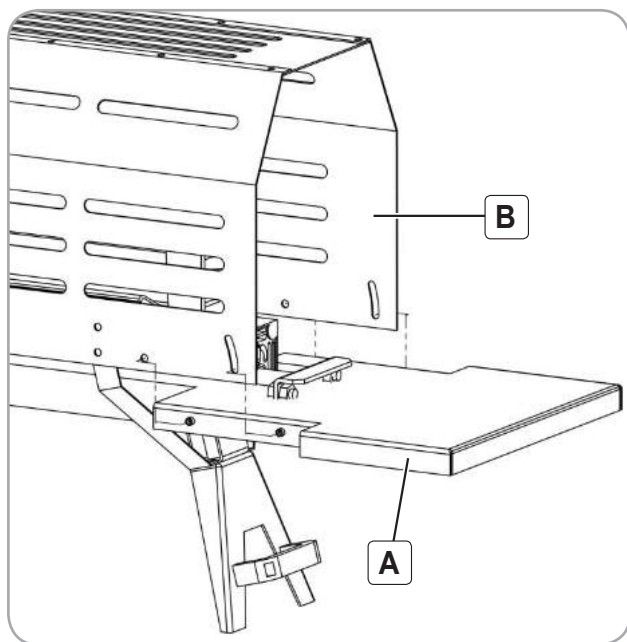

Fig.8
Conectați Masa de evacuare (A) cu capacul de protecție (B) prin intermediul a doua șuruburi M6x12, două șabe Ø6, piulițele de blocare M6 și butoanele cu strângere rapidă indicate în Fig.8